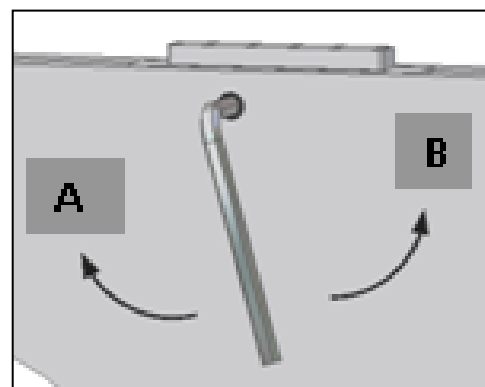

Fig. 3
- Encajar **el panel de la espalda** sobre el panel del fondo y apretar los ganchos (Fig. 3);